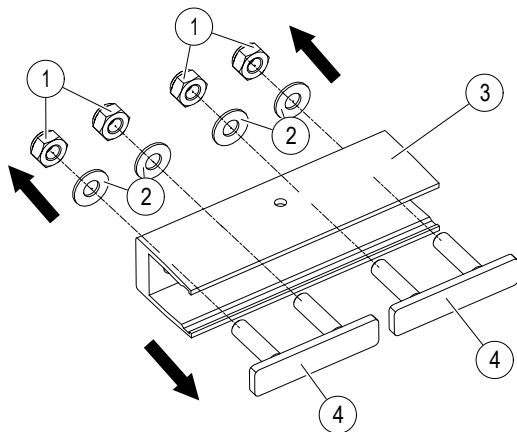
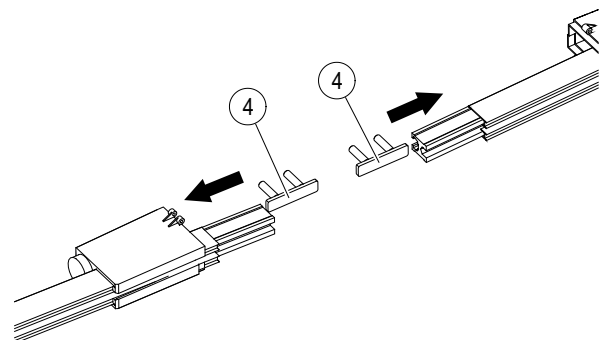
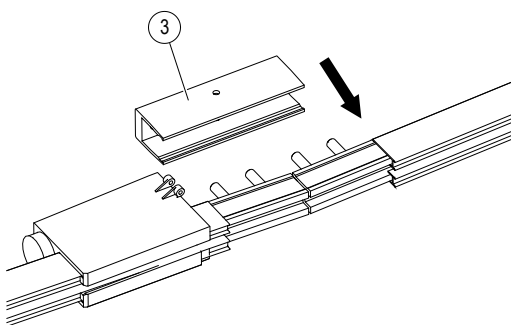

Abb. 19: Demontage des Verbinders 0813
Abb. 20: Schieben Sie die Spannbleche in die Stromschiene
Abb. 21: Schieben Sie den Verbinder (3) über das Spannblech
Zum Einhängen des letzten Schleifleitungsbogens 0813, muss der Verbinder oder die Einspeisung 0813 in seine Einzelteile zerlegt werden (Spannblech (4), Muttern (1) und Scheiben (2) siehe Abb. 19). Schieben Sie das Spannblech (4) in die Stromschiene (siehe Abb. 20). Schieben Sie den Verbinder (3) und die Scheiben (2) über die Verbindungsbolzen des Spannblechs (4) und ziehen Sie die Muttern an (1) (31 Nm) (siehe Abb. 21).